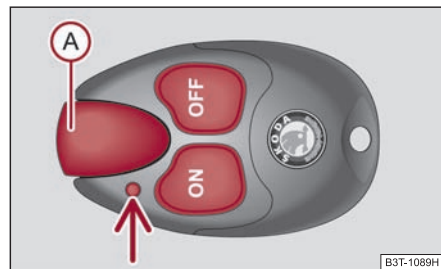

Fig. 131 Chauffage d'appoint: Télécommande à ondes radio
Lorsque la pile est chargée, l'efficacité de la portée peut aller jusqu'à 600 m. Pour enclencher ou couper le chauffage d'appoint, tenez la radiocommande verticalement, avec l'antenne (A) ⇒ fig. 131 tournée vers le haut. Vous ne devez pas cacher l'antenne avec les doigts ou la paume de la main. Des obstacles entre la radiocommande et le véhicule, des mauvaises conditions météorologiques et une pile s'affaiblissant peuvent diminuer nettement la portée.
Le témoin de contrôle dans la radiocommande ⇒ fig. 131 indique après un appui sur la touche, si le signal radio du chauffage d'appoint a bien été reçu et si la pile est suffisamment chargée.
Lorsque le témoin de contrôle indique que la pile est faible ou déchargée, ⇒ page 117, fig. 131, celle-ci doit être remplacée. La pile se trouve sous un couvercle au dos de la radiocommande.